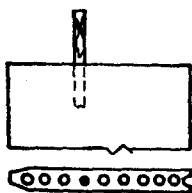

图 3-1-2
(1) 增强石膏条板应打捆运输, 轻拿轻放, 运输中减少震动。
(2) 堆放地点应清洁干燥, 下部用100×100mm方木垫平, 垫的部位距两端各500mm, 防止受潮损坏、变形。
(3) 板的含水率小于10%方能安装, 否则干缩后墙面产生裂缝。
(4) 单块板搬运时不得平抬, 应参照图3-1-2、用 $\phi 30\text{mm}$ 以上短圆木棍插在从上边第四个孔中, 两人侧抬。
(5) 石膏板应严禁踩踏, 如发现板有明显裂缝、破损或变形超过 $3\text{mm}/2\text{m}$ 的情况, 应按报废处理或锯成小块使用。